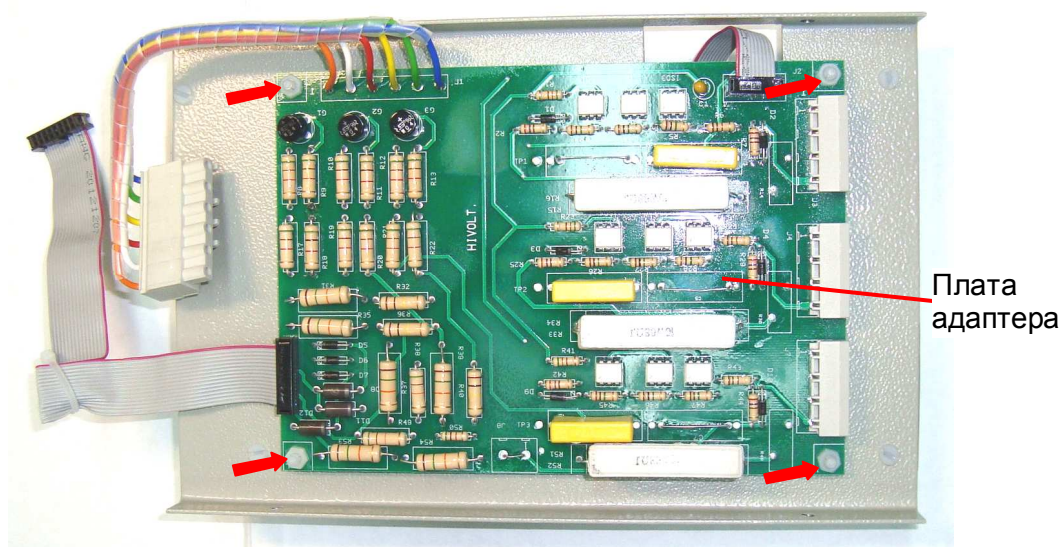

Рис. 6.6 Демонтаж платы адаптера.
6.4.4. Снять модуль управления (рис. 6.6) и положить его в тару.
6.5.2. Открутить четыре пластмассовые гайки (рис. 6.6, красные стрелки) и положить их в тару.